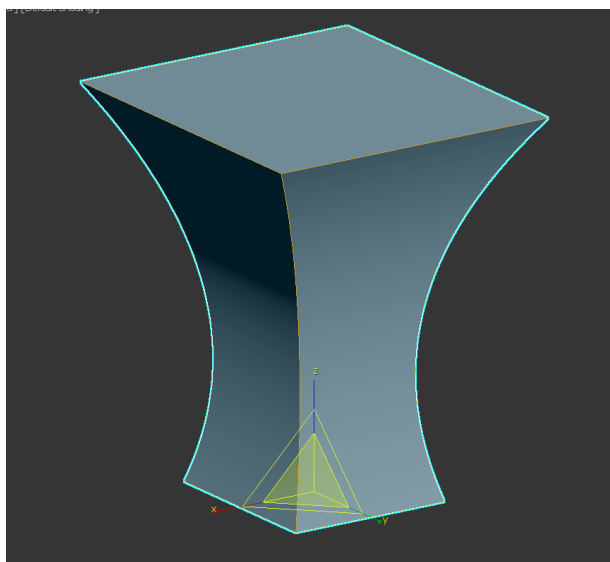

Рисунок 85 - Модификация объекта с помощью модификатора Сужение
- Модификатор **Сужение (Taper)** – сужает или расширяет форму объекта по выбранной оси придавая ей трапециевидальный внешний вид. Кроме это данный модификатор вогнутость или выпуклость стенкам деформируемого объекта (рис.85).